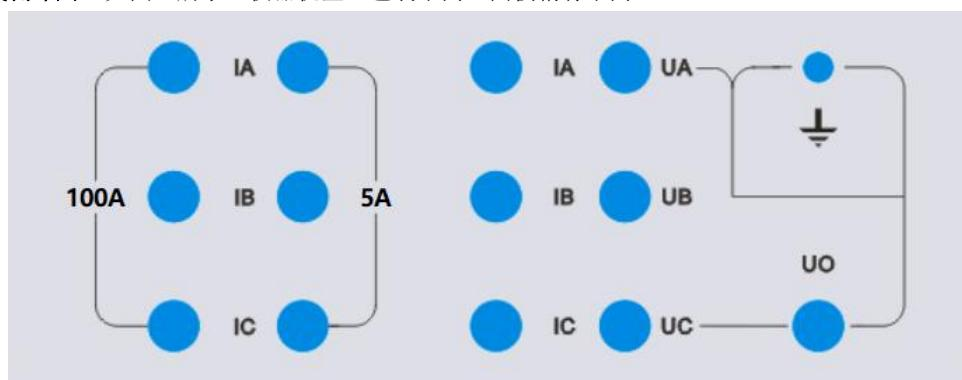

图 2
2、接线端布局：如图 2 所示，仪器机型、包装不同，面板稍有不同。